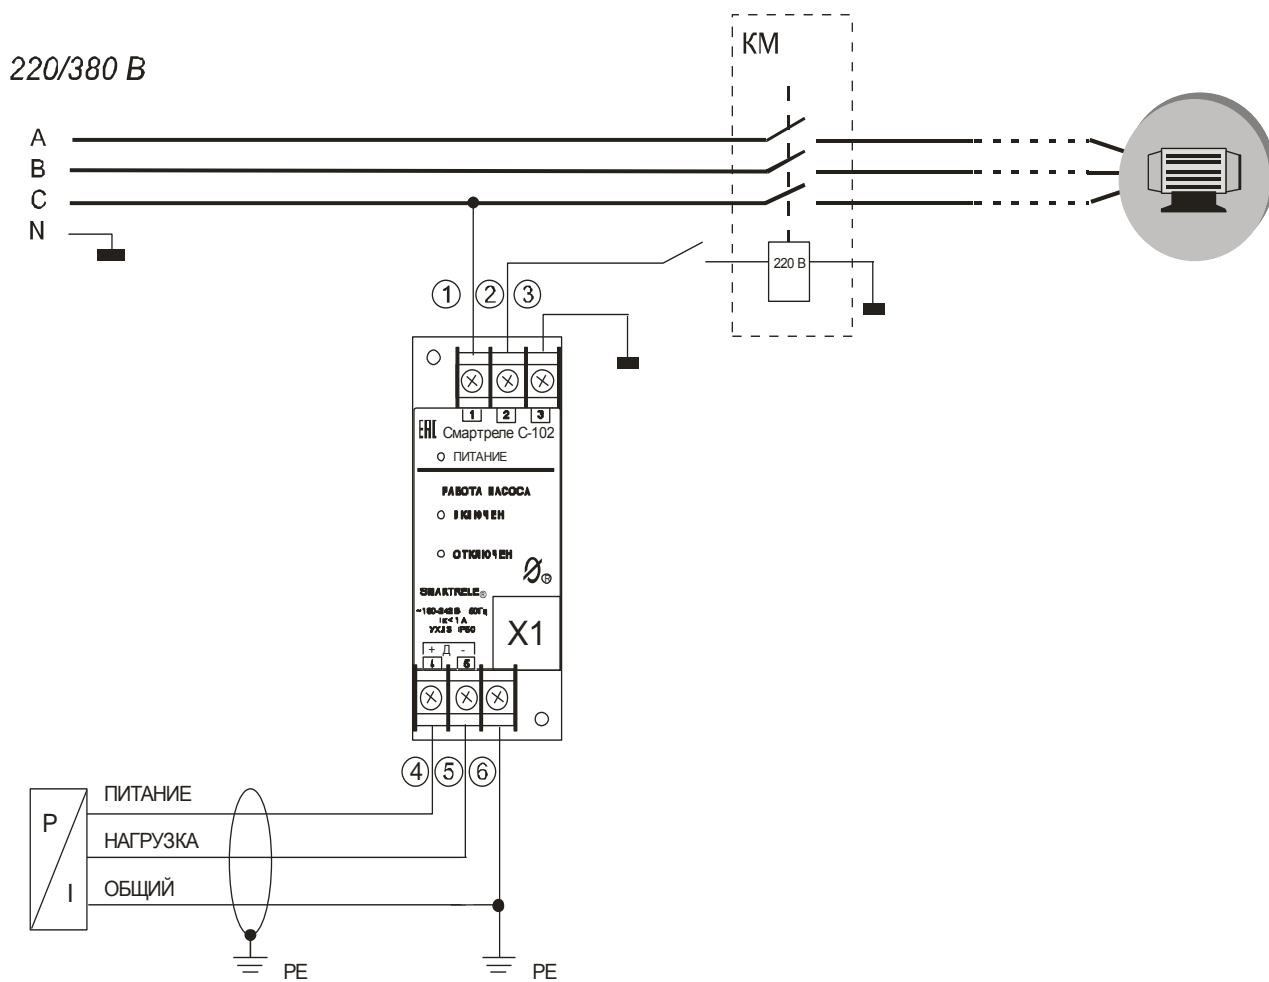

Рисунок 3 – схема включения реле СМАРТРЕЛЕ С-102 в систему управления электродвигателем насоса
7.2 Подключение реле типа С-102 производится в соответствии со схемой рис.3.
8.3 Для выполнения операции программирования необходимо соединить реле с персональным компьютером в соответствии с рис.3 и подать между его выводами 1 и 3 напряжение сетевого питания.